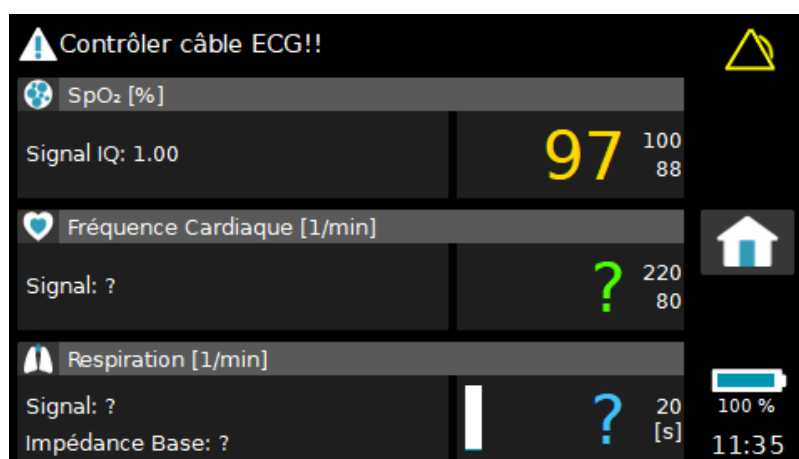

Fig. 39 Informations sur l'écran du moniteur lors d'une alarme technique
- l'écran du moniteur affiche les informations visuelles suivantes, comme illustré dans Fig. 39 :
Si les signes vitaux ne peuvent pas être mesurés en raison d'une alarme technique, les valeurs de ce paramètre sont remplacées par un point d'interrogation, comme illustré dans Fig. 39 où une électrode est détachée du patient.